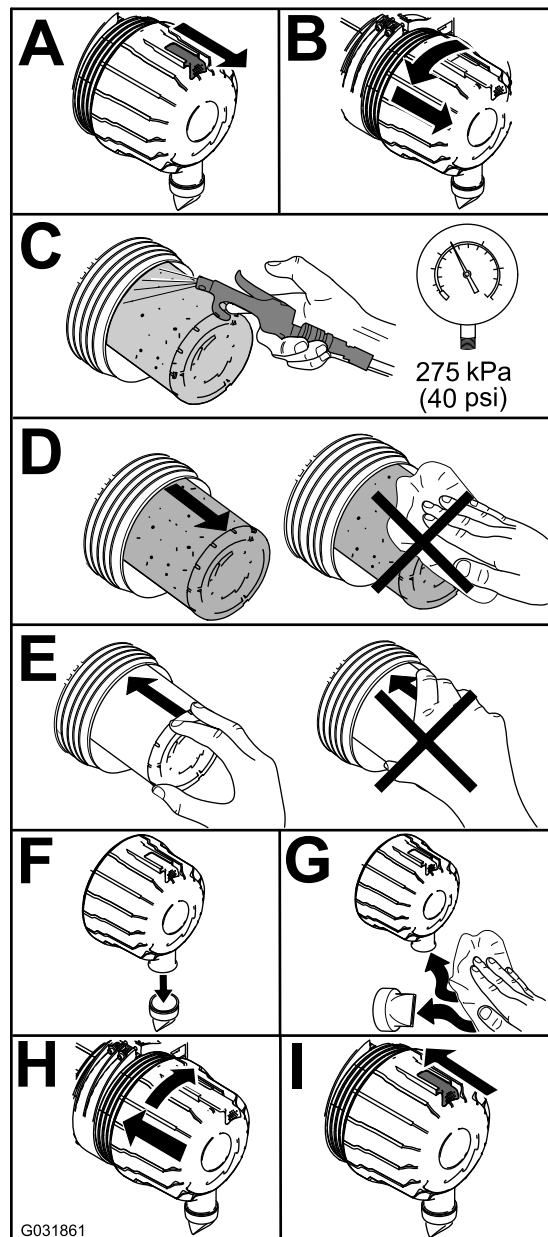

Figure 45
1. Remplacez le préfiltre (Figure 45).